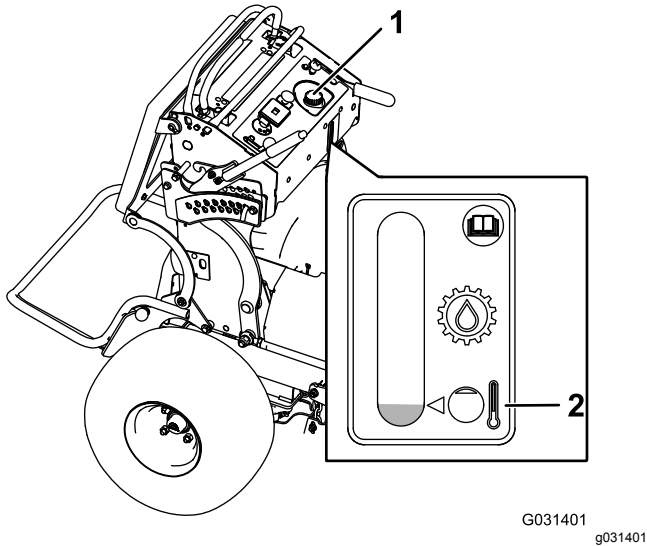

Figure 74
- Nettoyez la surface autour du bouchon et du goulot de remplissage du réservoir hydraulique (Figure 74).
- Enlevez le bouchon du goulot de remplissage (Figure 74).